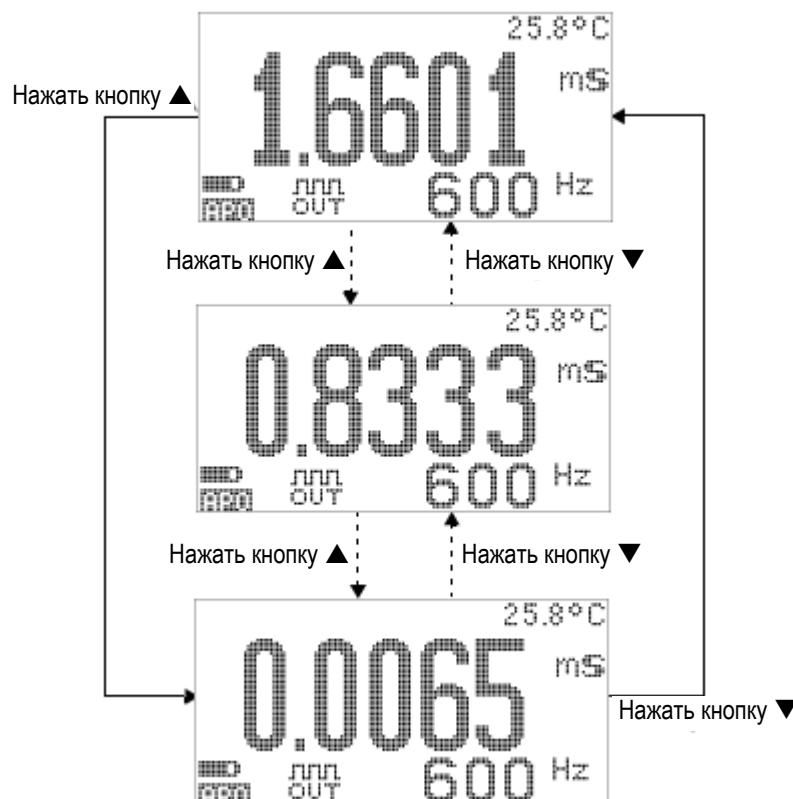

Рис. 3-14 Регулировка длительности импульсов выходного сигнала прямоугольной формы
- Чтобы изменить значение длительности импульсов, нажимайте кнопки **▲** и **▼**. Длительность импульсов можно устанавливать с дискретностью в 256 ступеней, причем размер каждой ступени равен  $1/(256 \times \text{частота})$ . На дисплее всегда индицируется 5 разрядов (от 9,9999 мс до 9999,9 мс) – см. рис. 3-14.